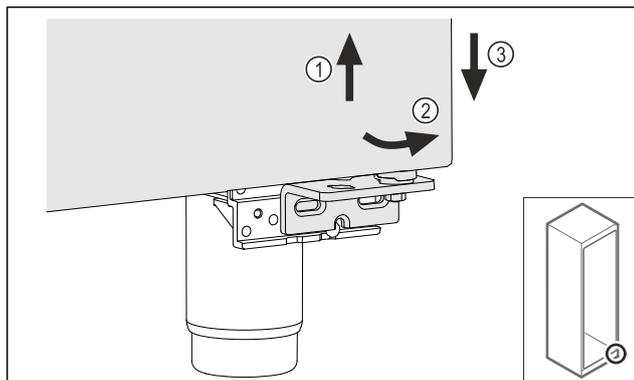

Fig. 23
- ▶ Ngrini derën paksa lart Fig. 23 (1), tërhiqeni nga përpara në pjesën poshtë Fig. 23 (2) dhe uleni poshtë Fig. 23 (3).